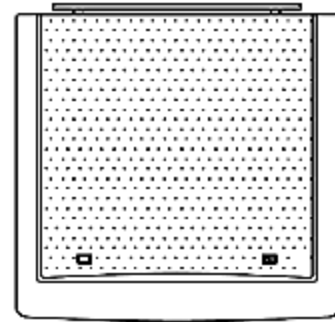

Abb. 2
1. Entfernen Sie die beiden Abdeckkappen auf der Arbeitsplatte vorsichtig mit einem kleinen spitzen Gegenstand und lösen Sie dann die darunter befindlichen Arbeitsplatten-Befestigungsschrauben. (Abb. 1) Danach die Befestigungsschrauben auf der Rückseite lösen. Nehmen Sie die Arbeitsplatte zusammen mit dem oberen Scharnierwinkel ab. (Abb. 2)
7. Legen Sie die Arbeitsplatte mit der Oberseite nach unten. Dann den daran befindlichen Scharnierwinkel mit dem Führungzapfen abbauen (Abb. 2) und an der gegenüberliegenden Vorderseite befestigen. Ziehen Sie die Schrauben nicht zu fest an.